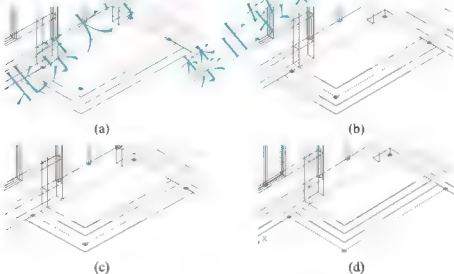

图 6.39 修改平面“台阶”
- (1) 将【台阶】图层设为当前图层,同时打开【室外】图层。
- (2) 将“台阶”修改成如图 6.39 所示的 4 个封闭的矩形。
- (3) 将坐标系切换到世界坐标系。